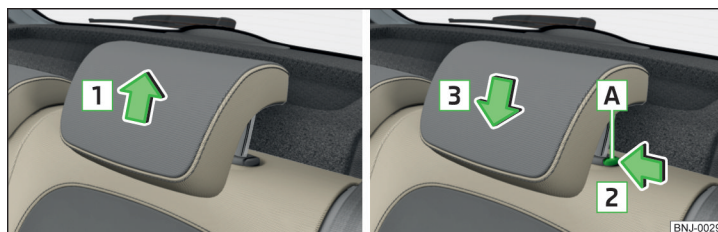

Fig. 73 Reglarea pe înălțime a tetierii
- ▶ Prindeți tetiera și împingeți-o **în sus** în sensul săgeții **1** » fig. 73.